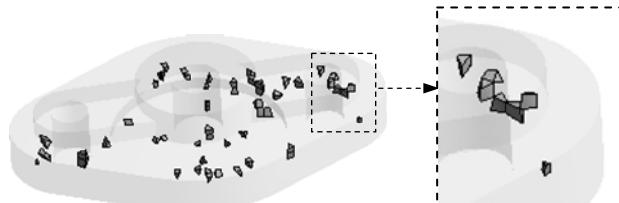

图 5.4.5 棱柱单元
- ◆ —— Wed15 图例：表示 15 单元节点的棱柱单元，单击图表中对应颜色的柱状图，在图形区显示所有的棱柱单元，如图 5.4.5 所示。